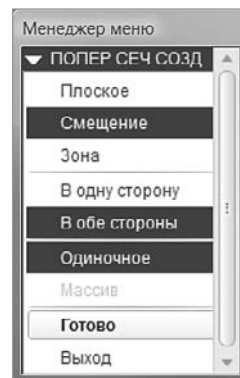

Рис. 10.8. Менеджер меню
8. **Менеджер меню** — каскадное меню (рис. 10.8), которое появляется у правого края экрана при использовании определенных функций и режимов системы. В этих меню работа осуществляется сверху вниз. Выделенные в меню опции устанавливаются автоматически.